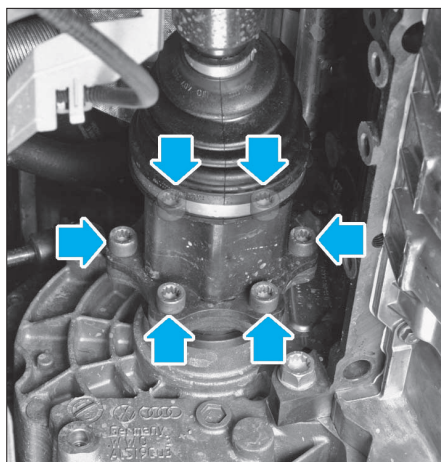

FIG. 2
- Dévisser la transmission de l'arbre de sortie de la boîte de vitesses (Fig.2).